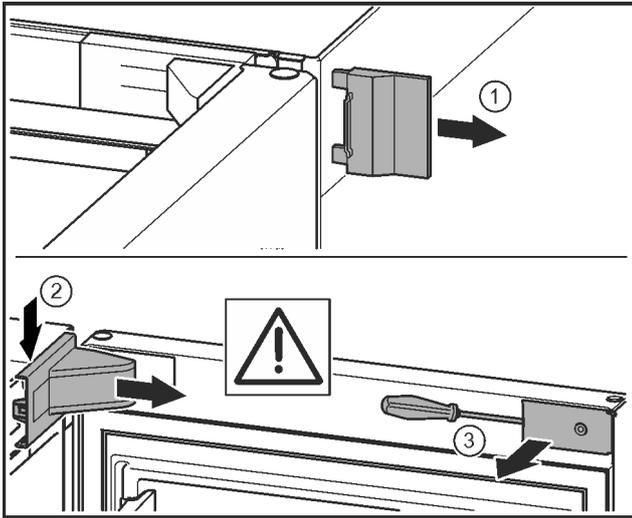

Fig. 21\*
- Äußere Abdeckung abnehmen. Fig. 21 (1)
- Lagerbockabdeckung ausrasten und lösen. Lagerbockabdeckung abnehmen. Fig. 21 (2)
- Blende mit Schlitzschraubendreher ausrasten und zur Seite schwenken. Fig. 21 (3)